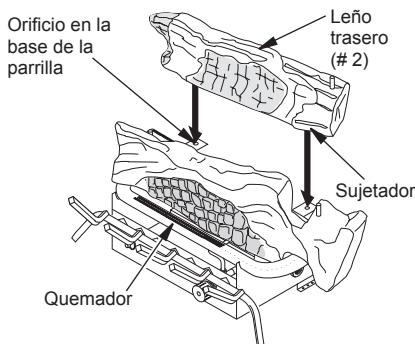

Figura 22 - Instalación del leño trasero (# 2)
2. Ubique los sujetadores en la parte inferior del leño trasero (# 2). Deslice estos sujetadores en los orificios ubicados en la base de la parrilla, detrás del quemador (consulte la figura 22).